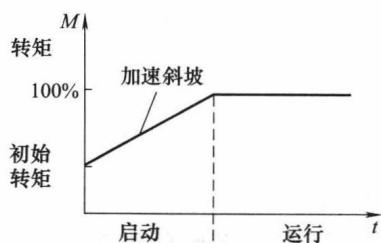

图1-3 软启动器的启动特性曲线
① 自检功能。软启动器通电后，系统内部进行自检，如果有故障则立即告警。
② 额定电流设定。电动机额定电流应为软启动器额定电流的70%~100%。一旦软启动器的额定电流确定，也同时设定了电子过载保护器的跳闸等级。
③ 软启动功能。接到启动命令，软启动器自动进入启动程序，在规定的时间内（一般为0.5~60s可调）输出一个呈线性上升的电压给电动机。其初始电压即为电动机的启动电压。初始电压一般设定为10%~60%的电动机额定电压；终止电压为电动机的额定电压。在启动操作前，启动电压的大小、上升时间等参数均可预先设定。对电动机的转矩可在5%~90%的锁定转矩值之间调节。软启动器的启动特性曲线如图1-3所示。